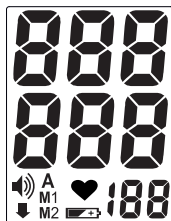

Рис.13
3. На дисплее кратковременно высветятся все символы (рис.13). Прозвучит голосовое сообщение о начале измерения. Прибор начнет автоматически нагнетать воздух в манжету.